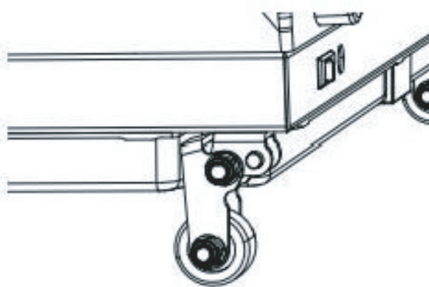

Рис. 2
3. Установите ручной регулятор наклона перпендикулярно корпусу (наклон 1,5° — рис. 2) или параллельно корпусу (наклон 0° — рис. 3).
- при смещении полотна вправо относительно центра, затяните правый болт по часовой стрелке и/или ослабьте затяжение левого болта против часовой стрелки (рис. 2).